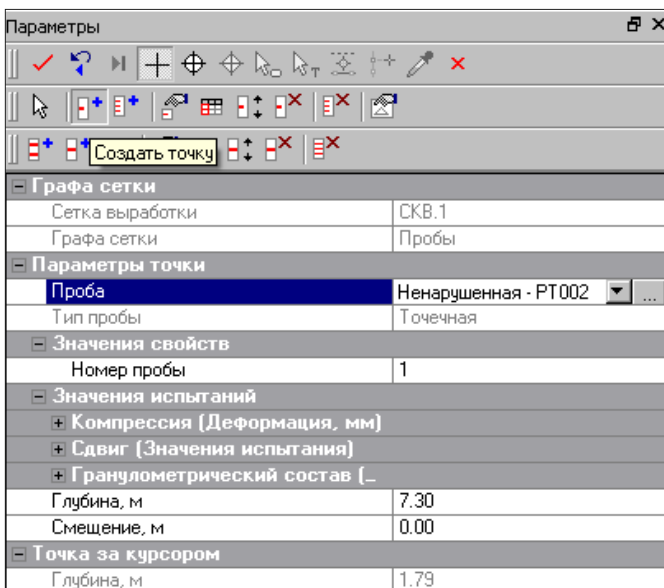

Рис. 7.3
- В окне параметров (рис. 7.3) задайте: **Глубина** – 7,3 м, **Проба** – *Ненарушенная*, **Номер пробы** – 1 и примените построение.